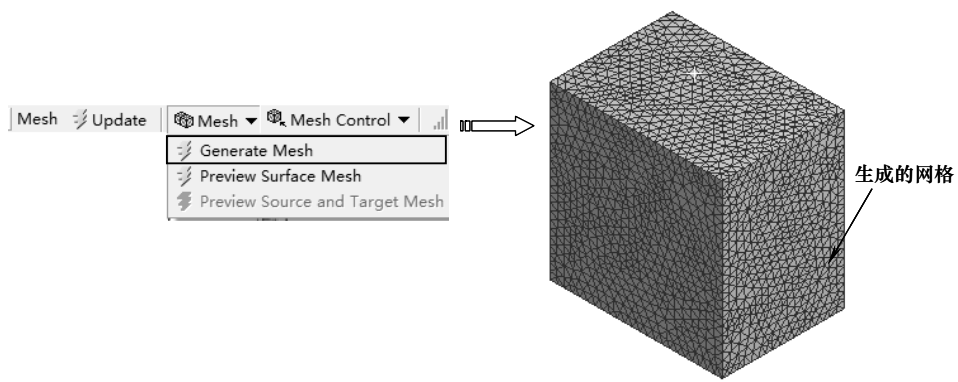

图 11-84 生成网格
3) 在【Outline（分析树）】中选择【Mesh】节点，单击【Mesh】工具栏上的【Mesh（网格）】|【Generate Mesh（生成网格）】命令，将弹出网格生成进度条，表明正在划分网格。当网格划分完成后，进度条自动消失，最终生成效果如图 11-84 所示。